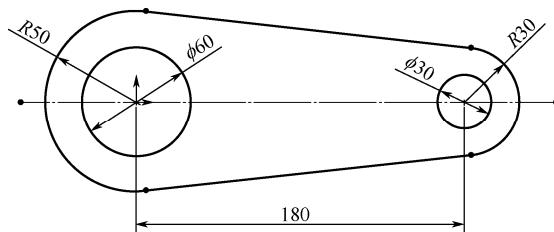

图 2-84 连杆基本形状草图
(2) 连杆基本形状草图如图 2-84 所示，草图由中心线、两个圆、两个圆弧和两条直线所构成，草图是对称图形，圆弧和直线之间相切。在绘制草图时，先绘制通过原点的中心线，再绘制圆心在原点和圆心在中心线上的 4 个圆，最后绘制与圆相切的两条直线，通过剪裁草图实体进行编辑草图。